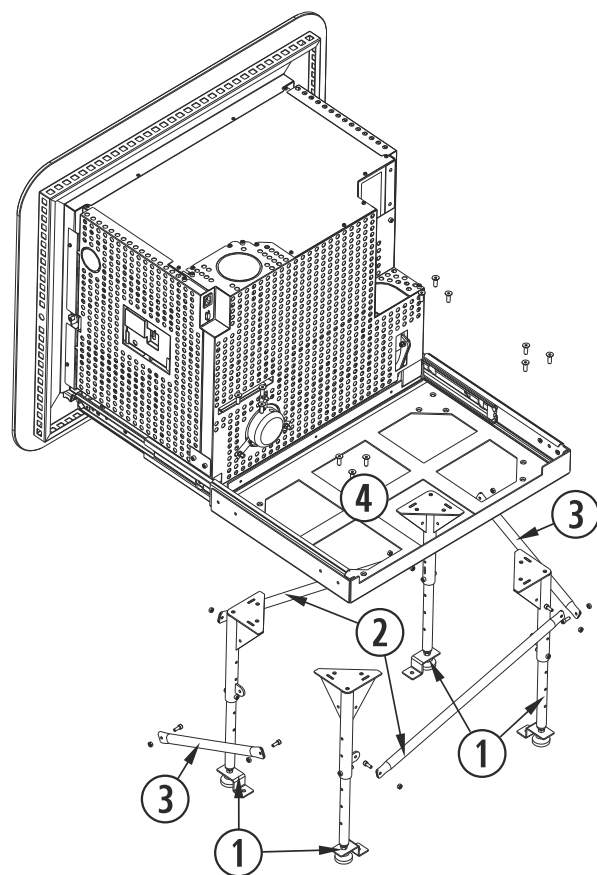

Figura 9
**4.14.** Unir las 4 patas formando un rectángulo, con los refuerzos laterales y frontales, cómo se indica en la *figura 9*. Abrir las guías de la estufa, de tal forma que podamos acceder a los puntos de anclaje de las patas en la base de la estufa.